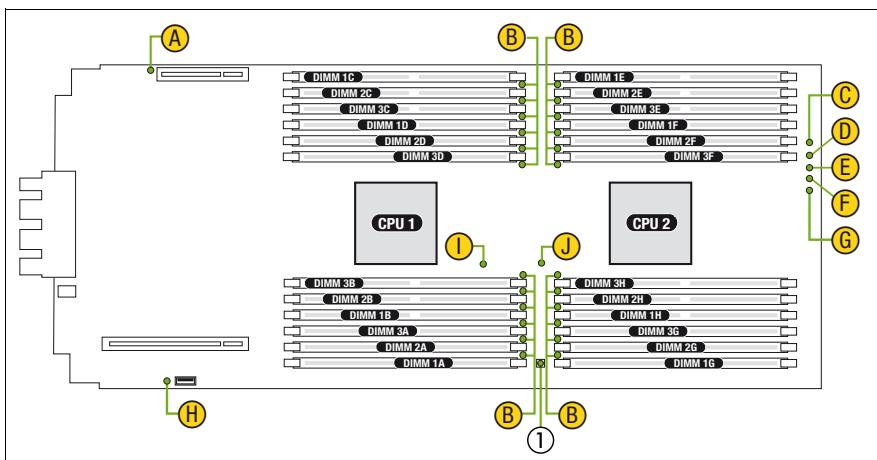

図 6: オンボード表示ランプと CSS ボタン
i LED C ~ G (45 ページ の図 6 を参照) は前面から見えます。その他の LED は、サーバーブレードのカバーを取り外さないと確認できません。メモリ LED (B) を使用するには、エアカバーを取り外す必要があります (158 ページ の「メモリのエアカバーの取り扱い」の項を参照)。